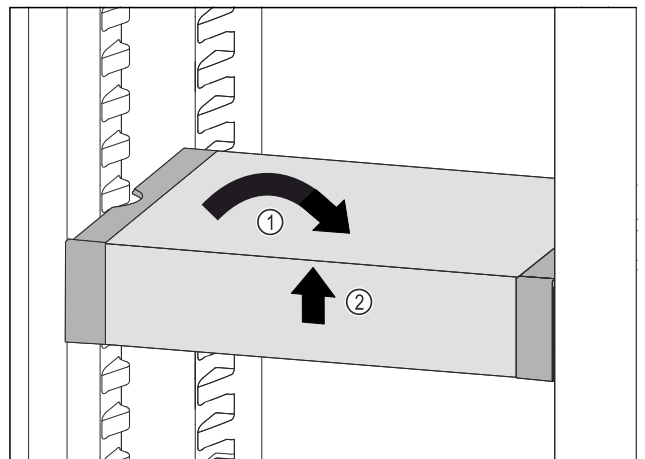

Fig. 105
- ▶ 将 VarioSafe 放平。 Fig. 105 (1)
- ▶ 抬起 VarioSafe 前部。 Fig. 105 (2)